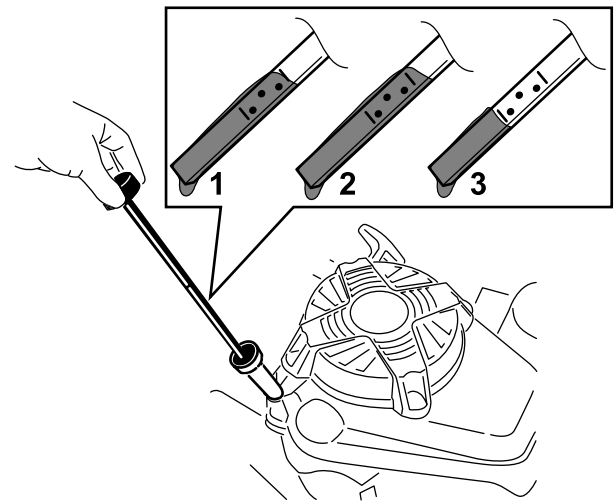

Figura 14
5. Leia o nível de óleo na vareta (Figura 14).
2. Retire a vareta rodando-a no sentido contrário ao dos ponteiros do relógio e puxando-a para fora (Figura 14).